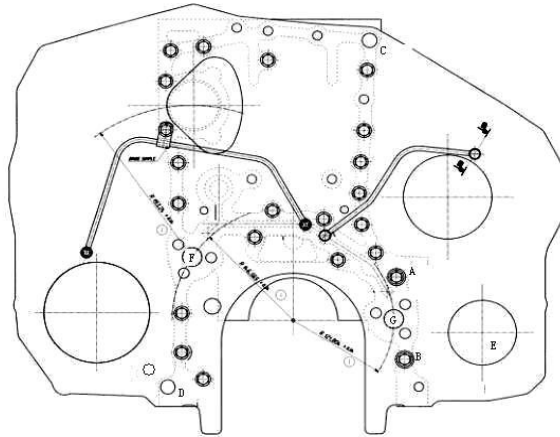

图6 前端板安装螺栓安装位置
8.7.2 将燃油泵惰齿轮轮毂（位置如图6中G处）和凸轮轴惰齿轮轮毂（位置如图6中F处）装到前端板上，安装时不带螺栓，然后以两轮毂的两根轴为定位销，将前端板带轮毂一起装到缸体上。然后
8.7.3 安装前端板安装螺栓，2个 M8-20(图6中的A与B，A处螺栓装配时现场涂密封胶)，20个 M8-25，安装位置见图6，拧紧力矩为  $20\text{ N}\cdot\text{m}\pm 4\text{ N}\cdot\text{m}$ 。